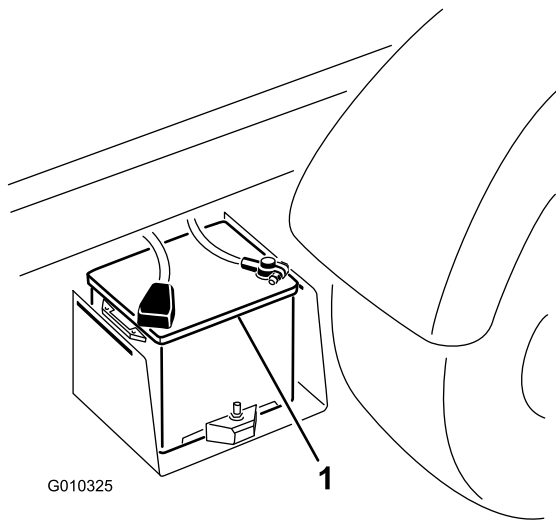

図 42
2. 2 台のバッテリーのプラス 端子同士をブースタケーブルでつなぐ 図 42。